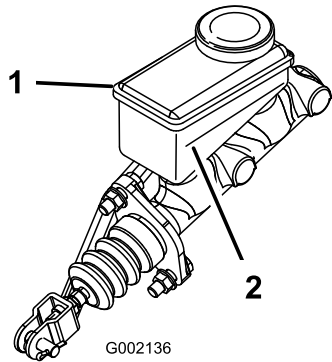

Figura 15
3. Observe o nível do fluido na parte lateral do reservatório. (Figura 15).
- B. Adicione fluido dos travões DOT 3 ao reservatório até o nível do fluido estar acima da linha de mínimo (Figura 15).
5. Instale a tampa de borracha na parte superior do painel (Figura 15).